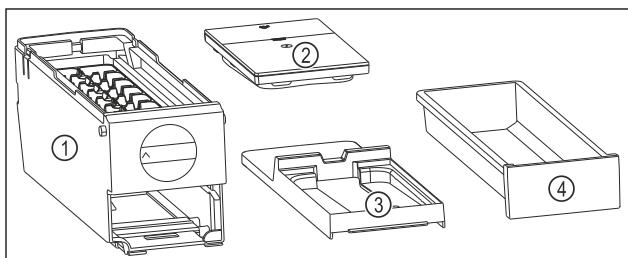

Fig. 185 Súčasti EasyTwist-Ice
- EasyTwist-Ice je rozložený na štyri časti. (pozri Fig. 185)
- Rozložte EasyTwist-Ice len na tie súčasti, ktoré sú na obrázku. (pozri Fig. 185)
- Korpus EasyTwist-Ice Fig. 185 (1) vyčistite ako celok.